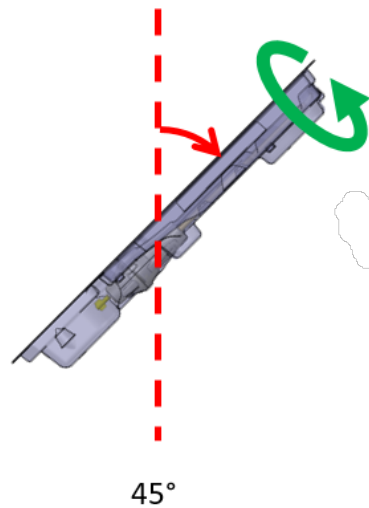

Figure 14 : Emballage de l'UA incliné à 45 degrés
- c. Incliner l'emballage de l'UA à environ 45 degrés par rapport à la ligne pointillée verticale (*Figure 14*). Lentement (sur environ 5 secondes), faire tourner l'emballage à environ 360 degrés.